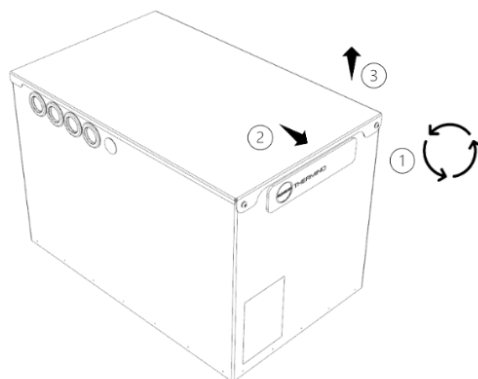

Abbildung 7 - Entfernen des Deckels der Thermino Heat-Batterie
- Deckel abnehmen. Der Deckel wird an der Vorderseite mit 2 x M5-Zylinderkopfschrauben und an der Rückseite mit zwei Fixierstiften (Abbildung 7) befestigt:
- (1) Entfernen Sie die 2 x M5-Zylinderschrauben mit Innensechskant mit einem 3-mm-Sechskantschlüssel und legen Sie sie beiseite.
- (2) Schieben Sie den Deckel nach vorne, (3) heben Sie den Deckel dann an und legen Sie ihn zur Seite.